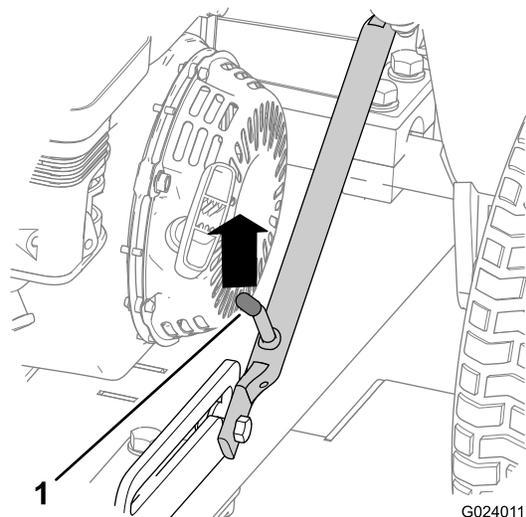
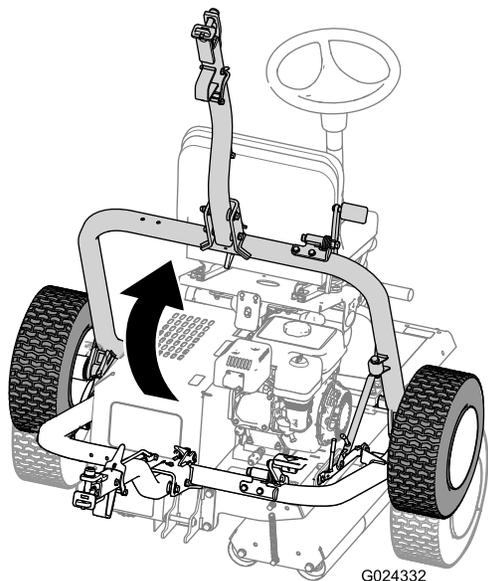

図 25
図 29
- A. ラッチレバーがスライドディテントから外れるまで、ヒッチアセンブリを押し上げる 図 25。
- D. ヒッチを上げて図 29、ラッチのレバーをスライドディテントにロックする図 25。